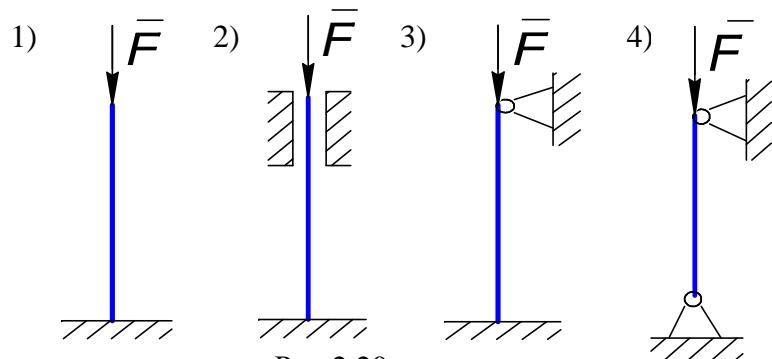

Рис.2.20
2.50. Укажите способ крепления стержня, обеспечивающий наибольшую его устойчивость (рис. 2.20) [простой выбор]